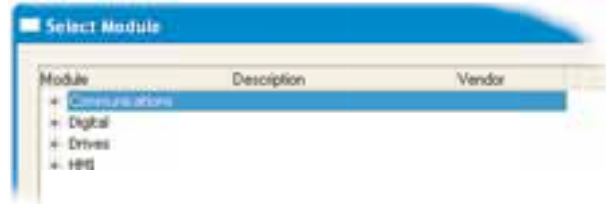

Figure 4.3.21m La liste de communications (non développée)
2. Développez la liste de communications (cliquez sur le symbole +) (figure 4.3.21m)